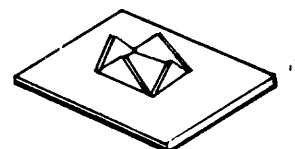

Fig.5
- e Doble los triángulos internos hacia el lado opuesto al corte (fig.5).